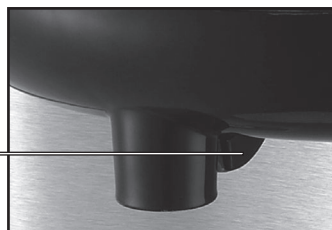

рис.3
- при помощи насоса путем многократного нажатия с усилием на насос (рис.3);